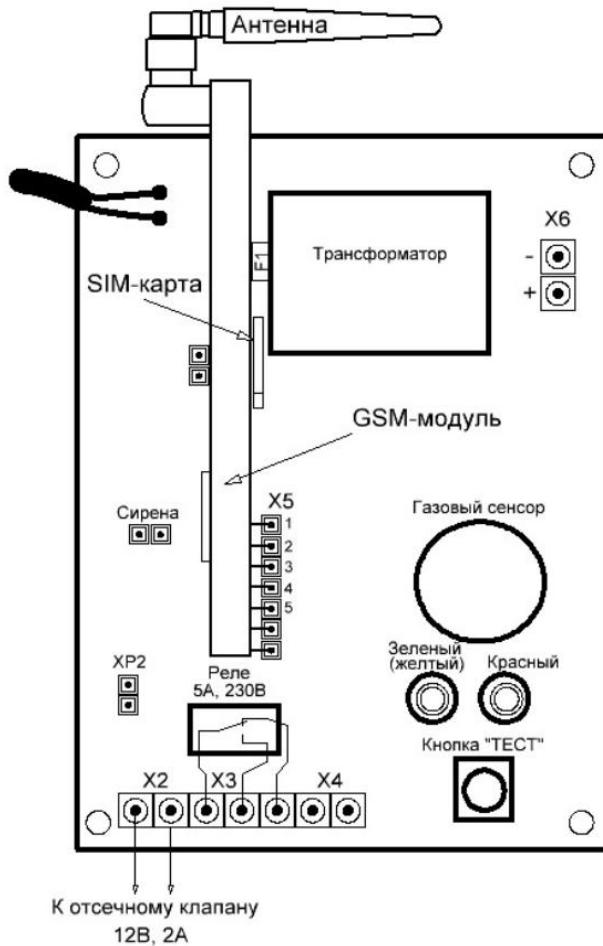

Рисунок 1 – Внешний вид сигнализатора без крышки
Внешний вид сигнализатора без крышки, представлен на рис. 1.
- нажать кнопку «ТЕСТ», для контроля срабатывания, (рисунок 1);
- нажать кнопку «ТЕСТ», для контроля срабатывания, (рис.1),
MicroSIM-карта устанавливается в разъём GSM-модуля (рис. 1 и 3) контактной группой к печатной плате GSM-модуля.